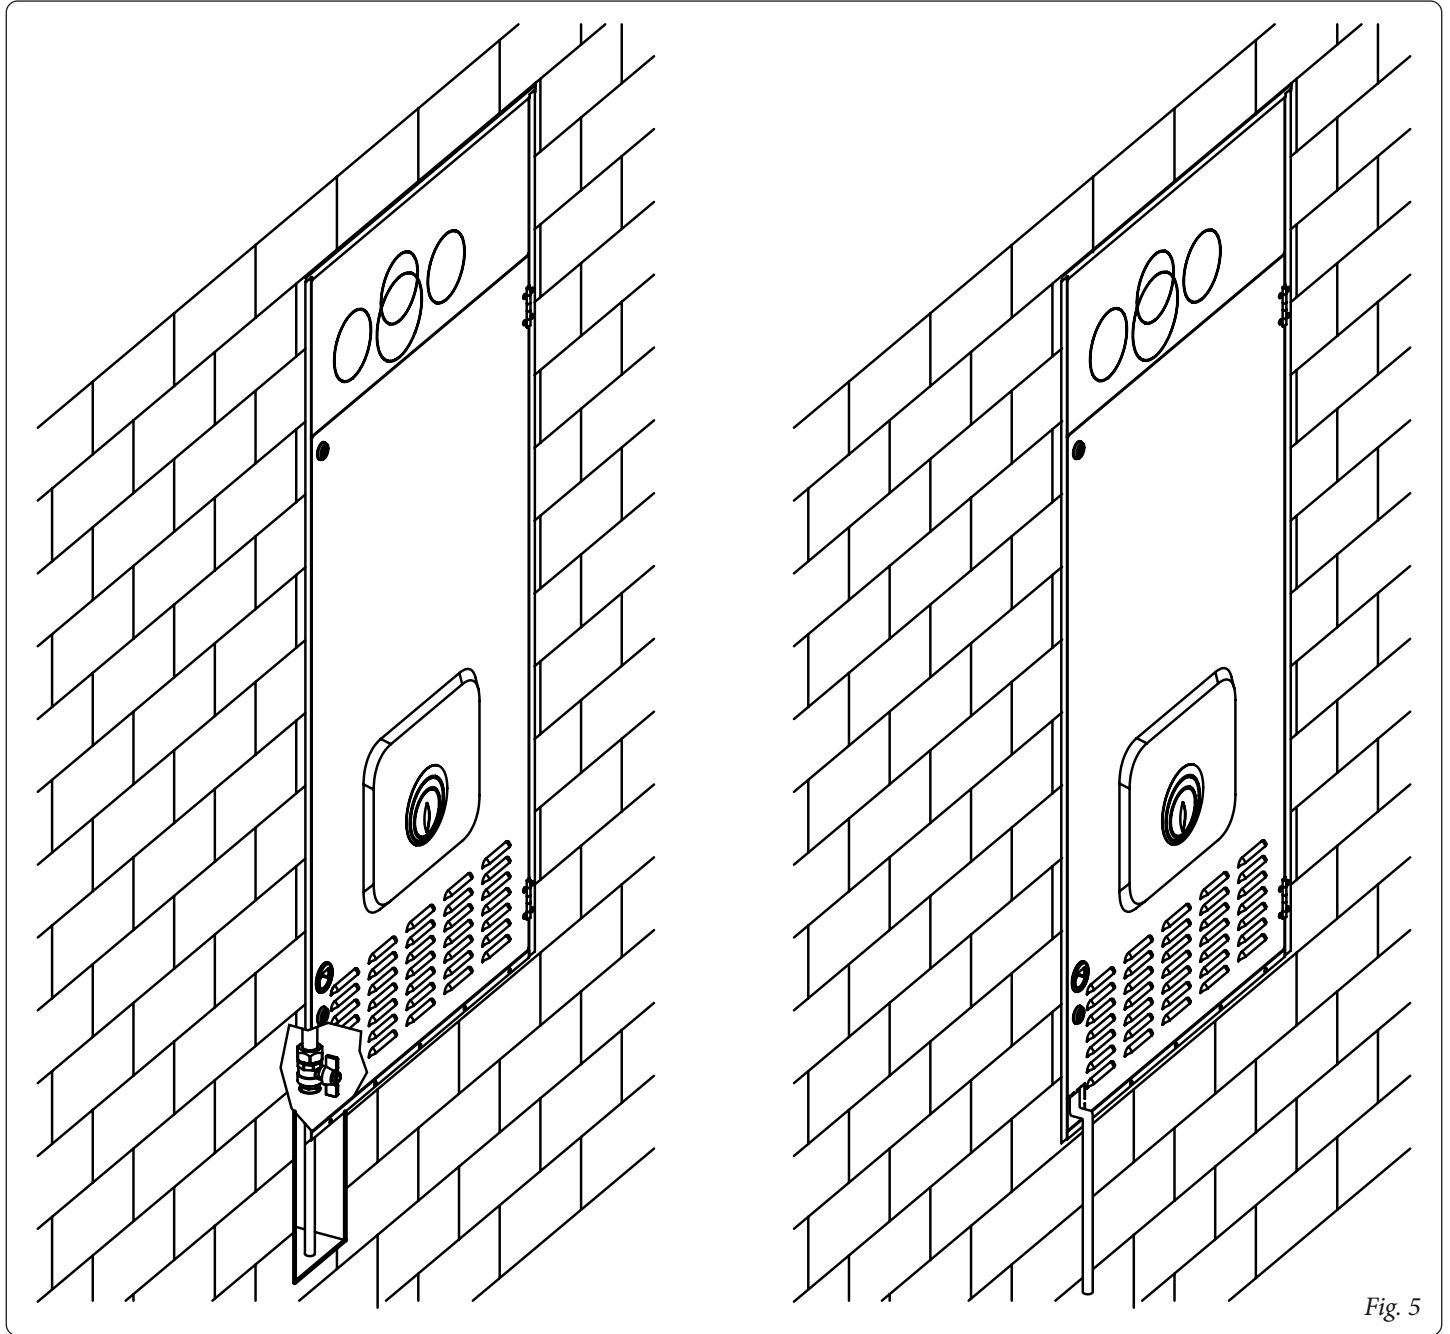

Fig. 5
N.B.: per l'installazione del tubo di alimentazione gas, sotto o fuori traccia, rispettare le norme d'installazione UNI 7129 ed UNI EN 1175 (Fig. 5).